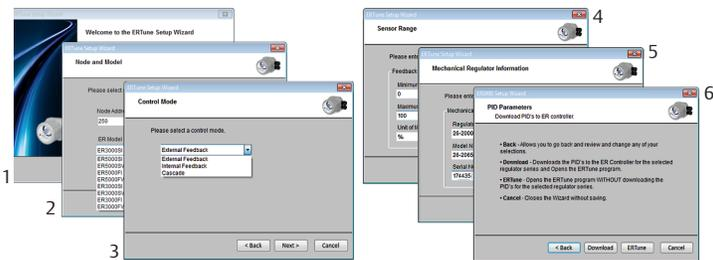

Figure 14: ERTune™ ソフトウェアのためのセットアップシーケンス
- Figure 14にER5000のセットアップウィザードの画面が示されています。ステップ1からの情報を使用して、セットアップを完了してください。大半の画面では、デフォルト値は、お使いの r 適用に正しくなっています。